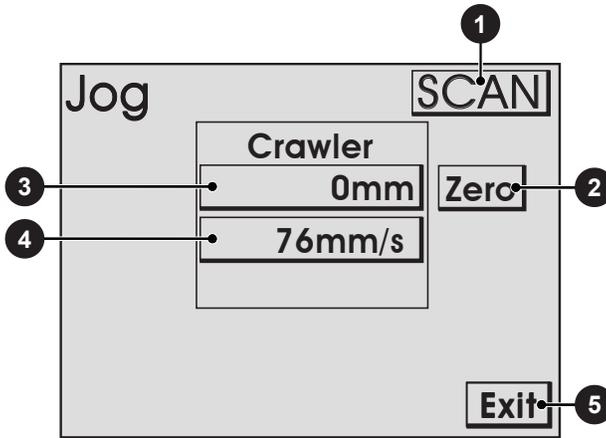

Fig. 222 - Jog mode
- 1 Scan/Rapid Button (Fig. 222)
- 2 Zero Button (Fig. 222)
- 3 Module Position Button(s) (Fig. 222)
(Fig. 222)
Exit Button: *(Fig. 222)*